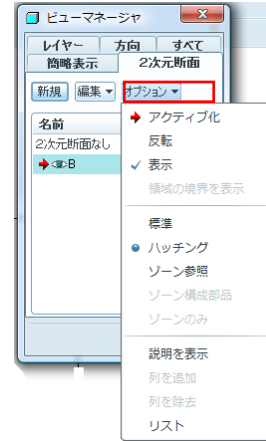
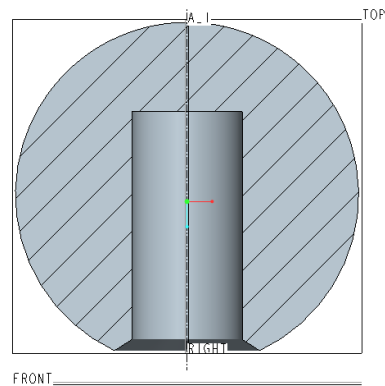

図 10-38 断面を表示する
図 10-39 2次元断面
2) 図 10-38 に示すビュー マネージャー内「オプション」タブをクリックして「表示」、「アクティブ化」をそれぞれ選択すると、クランプ ボール部品の中心断面に斜線ハッチングが描かれる (図 10-39)。ボックスを「閉じる。」